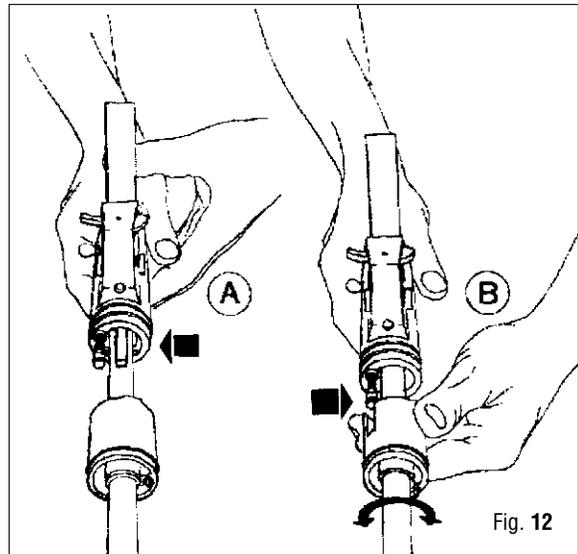
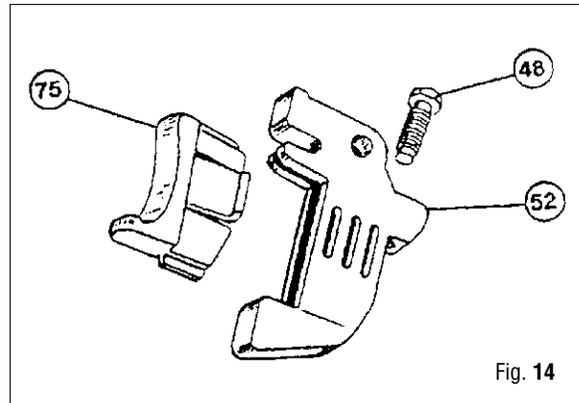

Fig. 12
Fig. 14
7. Coloque el perno del asiento de la válvula de retención (69) sobre la goma (68) y presione (Fig. 12).
8. Coloque el OR (20) en la ranura del bloque de regulación de la potencia (70) (Fig. 12).
Coloque la empuñadura (41) con el asiento del gatillo sobre el diente de disparo (50)(Fig.12-A). Ponga en línea la varilla graduada con el orificio correspondiente del bloque de regulación de la potencia. Si es necesario gire éste último controlando que el asiento de la válvula de retención permanezca en el asiento del anillo elástico (Fig.14-B). Empuje la empuñadura hacia el bloque de regulación de la potencia y compruebe que los encastres del bloque de regulación de la potencia estén ubicados en los asientos de la empuñadura.
29. En los fusiles precedentes al número de serie 92289000, coloque el OR (46) en la empuñadura controlando que quede alojado correctamente en su asiento e introduzca sucesivamente la horquilla (74). Controle que la horquilla quede correctamente bloqueada en su asiento.
30. Introduzca la parte redondeada del pistoncito de conexión (45) en el casquillo (47) o en la horquilla (74) usando la herramienta correspondiente (A-13) (diám.3mm) o con un par de pinzas delgadas.
32. Introduzca la clavija de regulación del gatillo (48) y el encastre (75) en el cuerpo del gatillo (52)(Fig.14-A). Con una llave de 6mm apriete la clavija de regulación del cuerpo del gatillo (52) debe sobresalir 4 mm aproximadamente.
33. Posicione correctamente el gatillo y fíjelo con el perno (53) en el asiento correspondiente de la empuñadura (41).
37. Abra la morsa y quite el cañón (26).
38. Con movimiento rotatorio, introduzca el depósito (25) si es necesario, hágalo con la ayuda de las mordazas (A-3).
39. Introduzca en el cañón (26) la cantidad de aceite que se indica en la siguiente tabla.